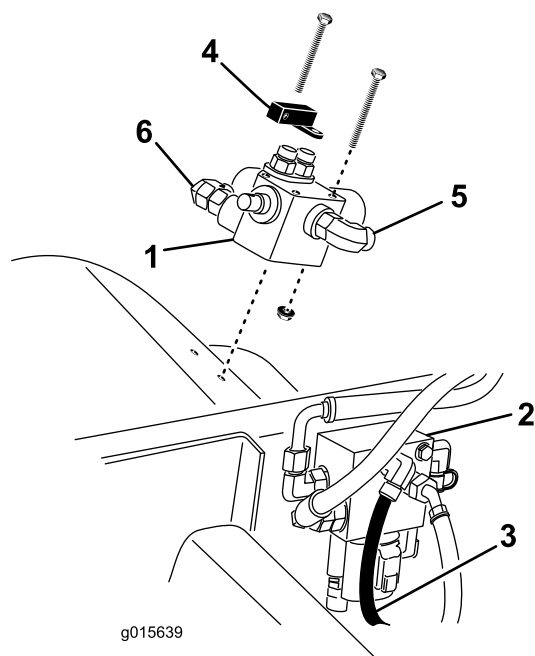

図 5
9. 制御バルブとピボットレバーを右フェンダに取り付ける；キャップスクリュー (1/4 x 2-3/4 インチ) 3本と、フランジロックナット (1/4インチ) を図 5のように使用する。
10. 昇降マニホルドの下にオイルを受ける容器をおく (図 5)。
11. ステアリングホース (図 5) を昇降マニホルドの上側面のポートから外す。
12. 外したステアリングホースに12インチホース（キットの付属品）を接続し、制御バルブのオペレータ側になる90度フィッティングに接続する（図 5）。
13. ストレートフィッティングのついている長い油圧ホース（キットに入っている）を、昇降マニホールドの空いたポート、および制御バルブの外側にある90度フィッティングに接続する（図 5）。